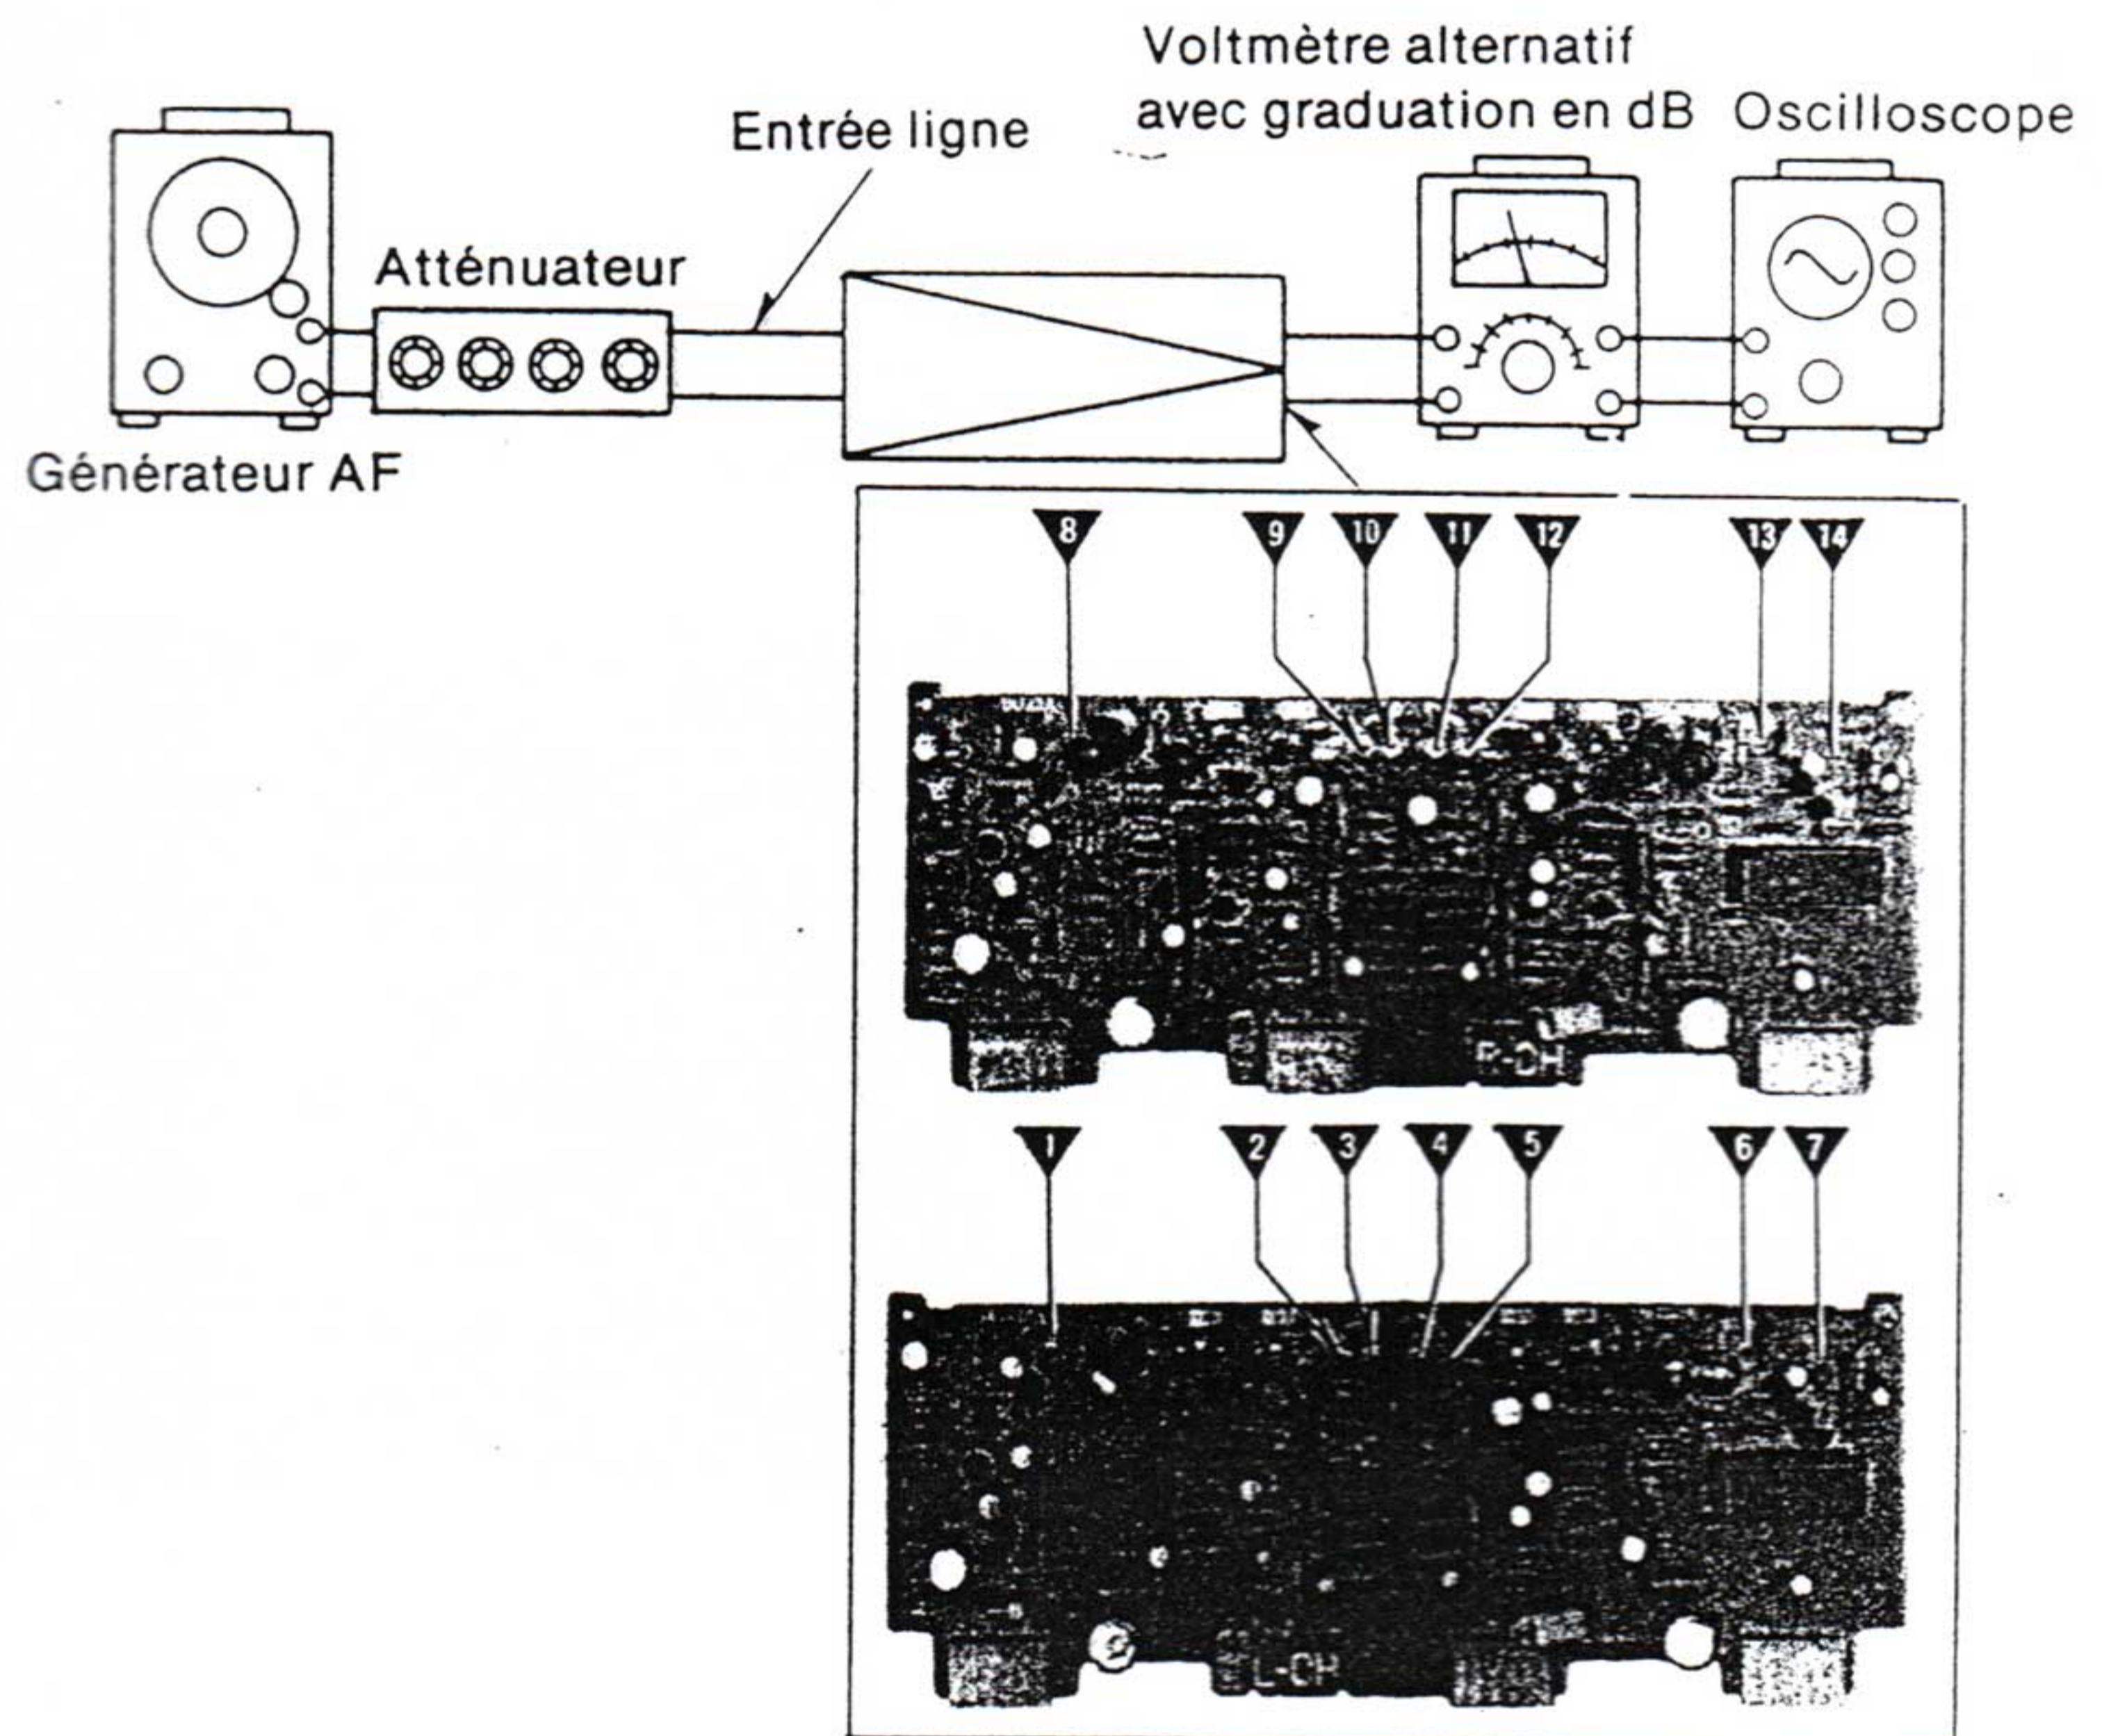

Fig. 23
1. Branchez les appareils de mesure comme sur la figure 23.